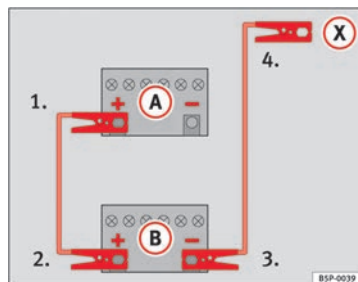
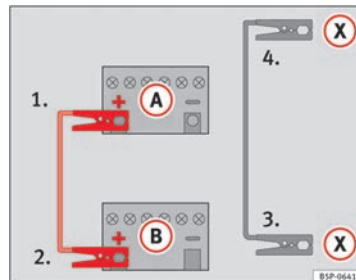

Fig. 178 Esquema de conexión para vehículos sin sistema Start Stop.
Fig. 179 Esquema de conexión para vehículos con sistema Start Stop.
- Emborne un extremo del cable *rojo* de emergencia al polo positivo (+) del vehículo con la batería descargada (A) ⇒ fig. 178.
- Emborne el otro extremo del cable *rojo* de emergencia al polo positivo (+) del vehículo que suministra la corriente (B).
- Emborne un extremo del cable *negro* de emergencia al polo negativo (-) del vehículo que suministra la corriente (B) ⇒ fig. 178.
- Emborne el otro extremo del cable *negro* de emergencia (X), en el vehículo con la batería descargada, a una pieza de metal maciza que vaya atornillada al bloque motor o al mismo bloque motor pero más alejado posible de la batería (A).
- Emborne un extremo del cable *rojo* de emergencia al polo positivo (+) del vehículo con la batería descargada (A) ⇒ fig. 179.
- Emborne un extremo del cable *negro* de emergencia (X) a un terminal de masa adecuado, a una pieza de metal maciza que vaya atornillada al bloque motor o al mismo bloque motor ⇒ fig. 179.